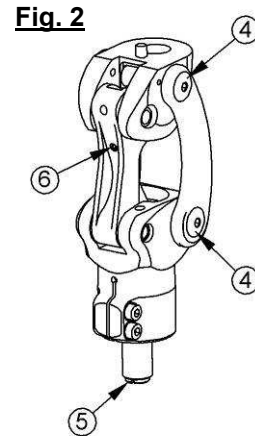

Fig. 2
D) EINSTELLUNG DES VORBRINGERS (Abb. 2)